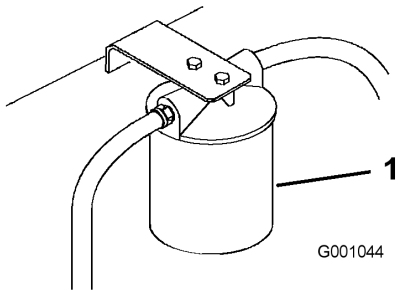

Figure 67
3. Placez un bac de vidange sous le filtre, déposez le filtre usagé et essuyez la surface du joint de l'adaptateur (Figure 67).